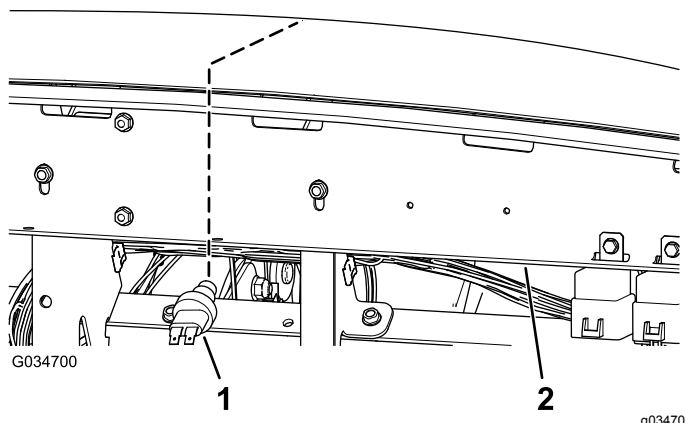

Figura 5
2. Debajo del soporte del salpicadero, instale el interruptor del claxon en la abertura (Figura 5).
2. Debajo del soporte del salpicadero, instale el interruptor del claxon en la apertura (Figura 5).